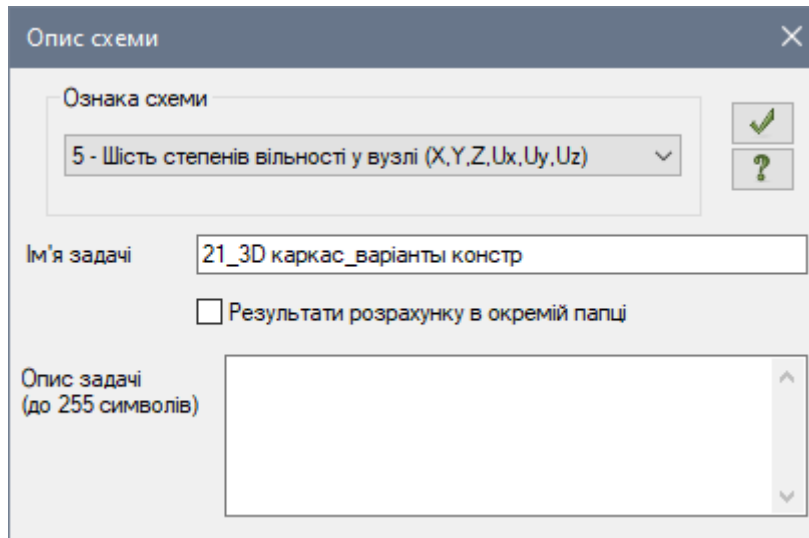

Рис. 21.1. Діалогове вікно **Опис схеми**
- У діалоговому вікні, яке з'явилось, **Опис схеми** (рис. 21.1) задайте наступні параметри: